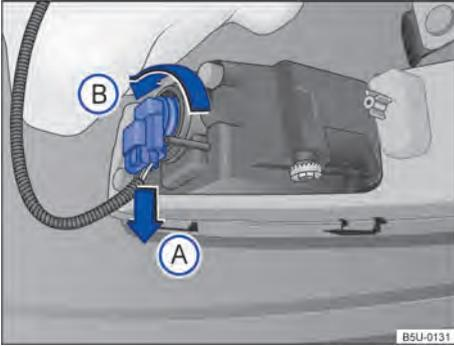

Fig. 138 Atrás do para-choque dianteiro: acesso à lâmpada incandescente do farol de neblina.
2. Desencaixar o conector de alimentação da lâmpada → Fig. 138 no sentido da seta (A), pressionar, ao mesmo tempo, a trava de fixação do conector.
3. Girar o soquete da lâmpada → Fig. 138, no sentido anti-horário da seta (B), e desencaixá-lo do alojamento.